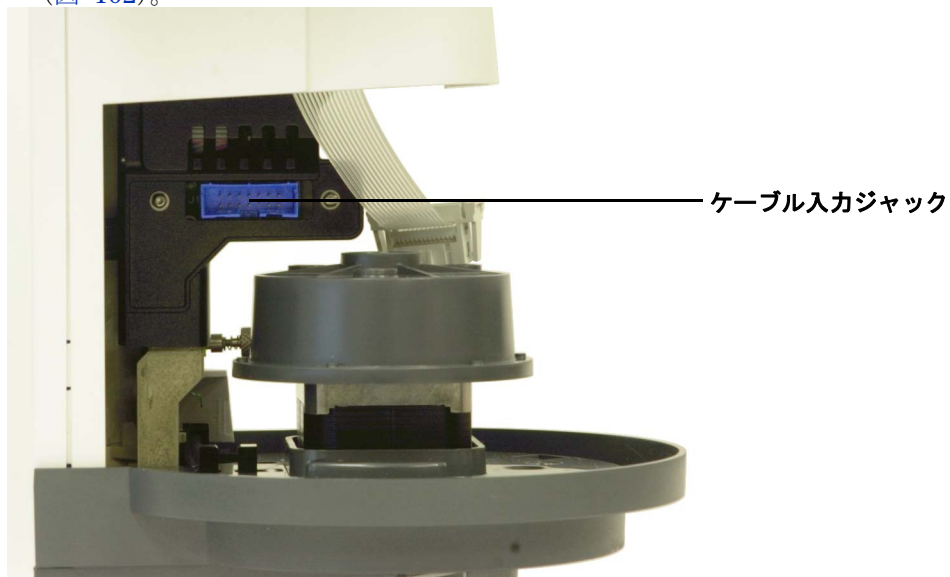

図 102 手が届くケーブル入力ジャックの位置
- 10 シリンジキャリアアセンブリを一番下までスライドさせて、タワーケーシングの下にあるアセンブリのケーブル入力ジャックに手が届くようにします (図 102)。